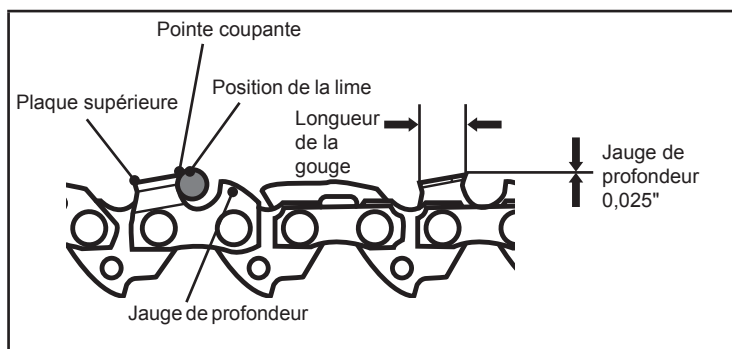

Fig. 25
10. pour jauge de profondeur sont disponibles dans tous les bons magasins d'outils (Fig. 25).